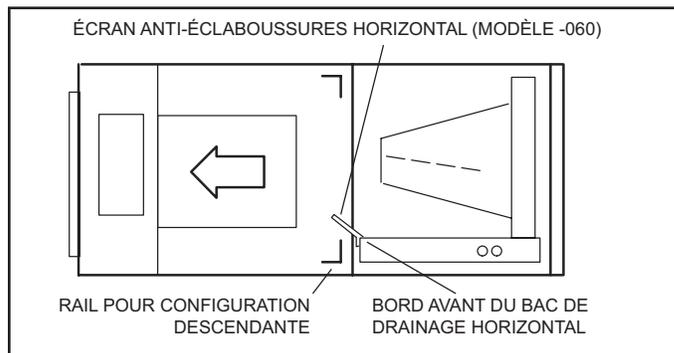

FIGURE 5. Configuration pour refoulement du côté gauche
- 8 - Installez l'écran horizontal (modèle -060) sur le bord avant du bac de drainage horizontal comme illustré à la figure 5.